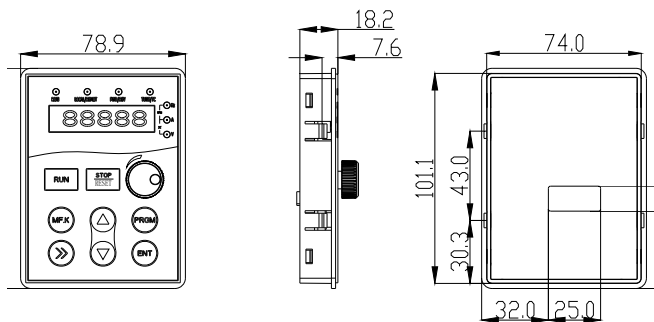
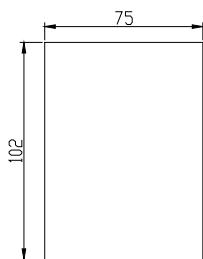

图 1-8 键盘结构尺寸图
图 1-9 柜面开孔尺寸图
如果键盘需要外引，请根据以下图 1-8 和图 1-9 尺寸数据另外开键盘窗口。
(1) 键盘卡扣共 4 个，其下缘与键盘表面距离为 7.6mm，见图 1-8 左视图。。
(2) 开键盘窗口时，建议窗口长宽在图中尺寸基础上各增加 1mm。即图 1-8 的右图尺寸长度由约 101.1mm 增加到 102mm，宽度由 74mm 增加到 75mm。